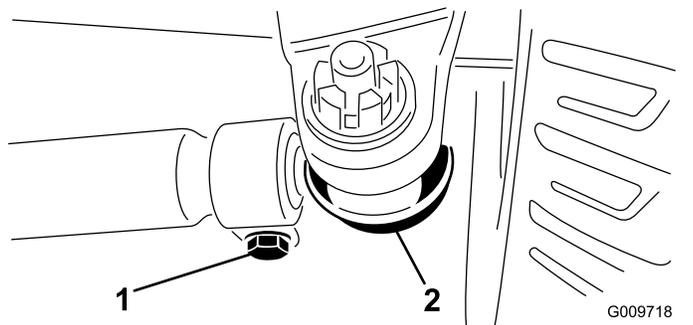

Figura 69
3. Para ajustar, remova o contrapino e a porca de cada uma das rótulas da barra de ligação (Figura 69). Remova a rótula da barra de ligação do suporte do eixo.
4. Desaperte as abraçadeiras que estão em ambas as extremidades das barras de ligação (Figura 69).
5. Rode a rótula desligada para dentro ou para fora uma (1) volta completa e aperte o grampo na extremidade solta da barra de ligação.